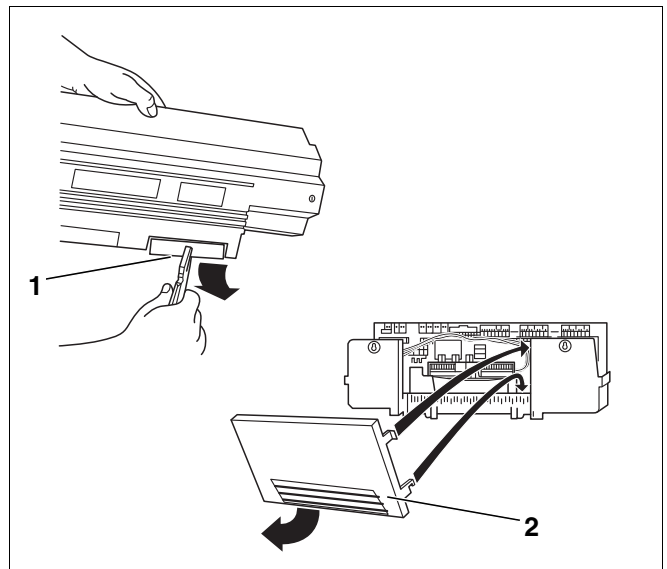

Fig. 44 Preparazione – Passaggio cavi
- Rompere i segmenti amovibili (fig. 44, [1]), se necessario, nel pannello posteriore del passaggio cavi (Logamatic 33..) ev. togliere il lamierino del pannello posteriore (Logamatic 43..) (fig. 44, [2]).
- Agganciare l'elemento di pannello posteriore (Logamatic 43..) nel listello di cablaggio con il gancio inferiore e premere nella parte superiore finché i ganci laterali non sono scattati in posizione (fig. 44, [2]).